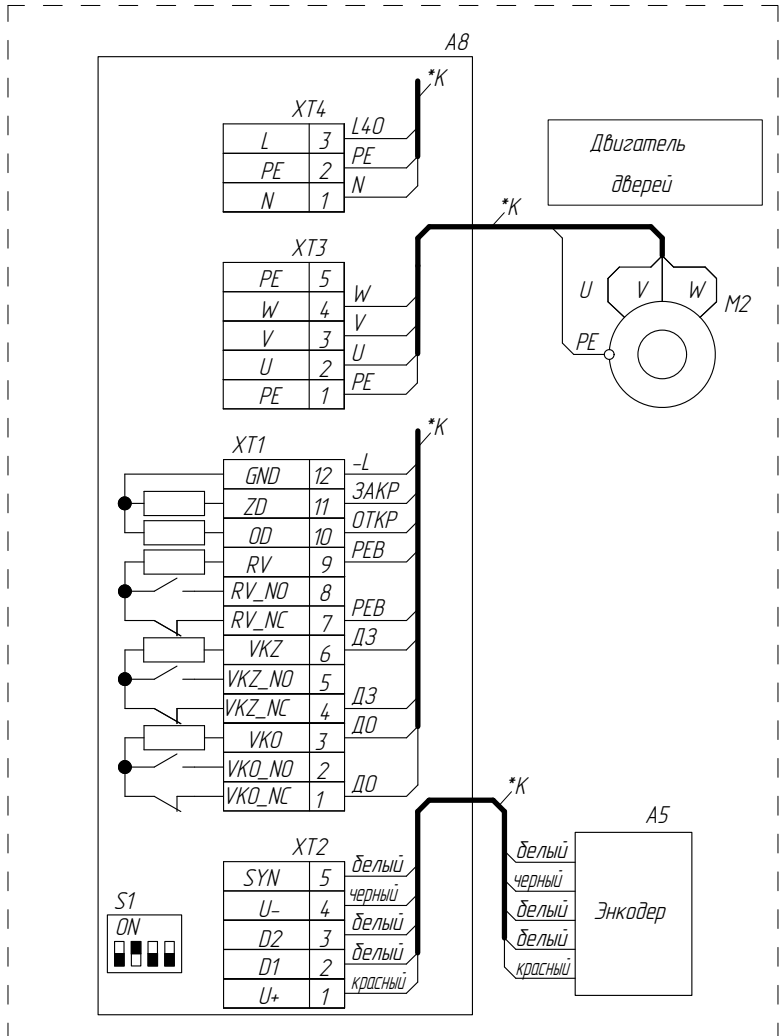

Рисунок 1 - Цепь реверса
1. Для правильного подключения цепи реверса (см. рис. 1) установить в основной панели перемычки согласно таблице 1.
2. Для дверей центрального открывания с проемом 1200мм выключатель малой створки SD3-A подключить на клеммы 92, 92-1 (см. рис. 1).